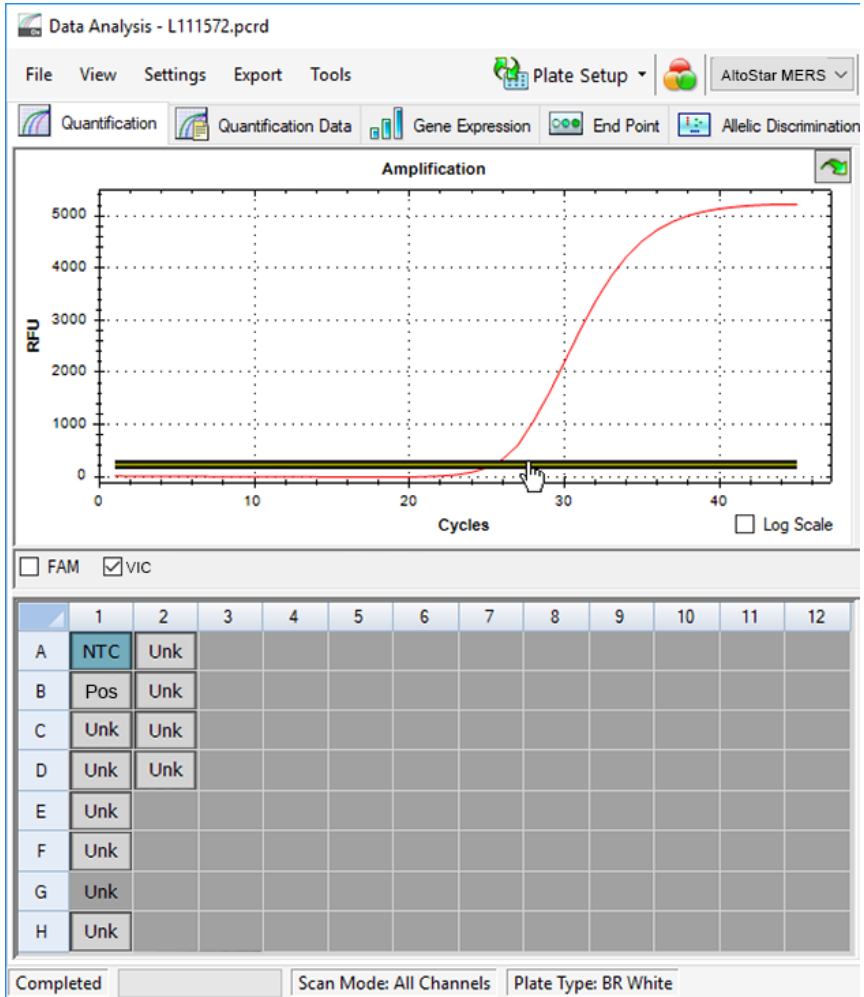

Abb. 9: Fenster Data Analysis (Datenanalyse): Festlegen des VIC™ Schwellenwerts
- Setzen Sie links im Fenster Data Analysis (Datenanalyse) nur im Kontrollkästchen neben **VIC** für den Detektionskanal der IC ein Häkchen (siehe Abbildung 9).
- Wählen Sie in der Platten-Ansicht des Fensters Data Analysis (Datenanalyse) nur das Well für die NTC aus (siehe Abbildung 9).
4. Ziehen Sie den Schwellenwert in den Exponentialbereich des NTC-Signals (siehe Abbildung 9).